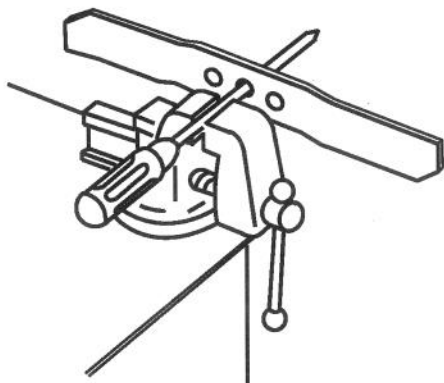

Figure 31
1. Pour vérifier l'équilibrage de la lame, l'enfiler par son trou central sur un tournevis ou un clou maintenu à l'horizontale dans un étau (Fig. 31).